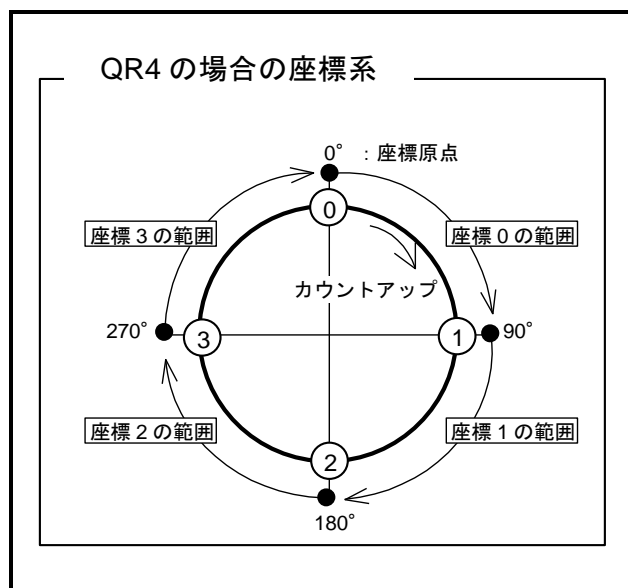

図 8-17：パラメータ QR による座標分割例
- ◇ 「図 8-17：パラメータ QR による座標分割例」のように座標原点を基点として、全周を 4 つに等分割した点（グリッド）が設定されます。位置決めは、このグリッド上に行います。